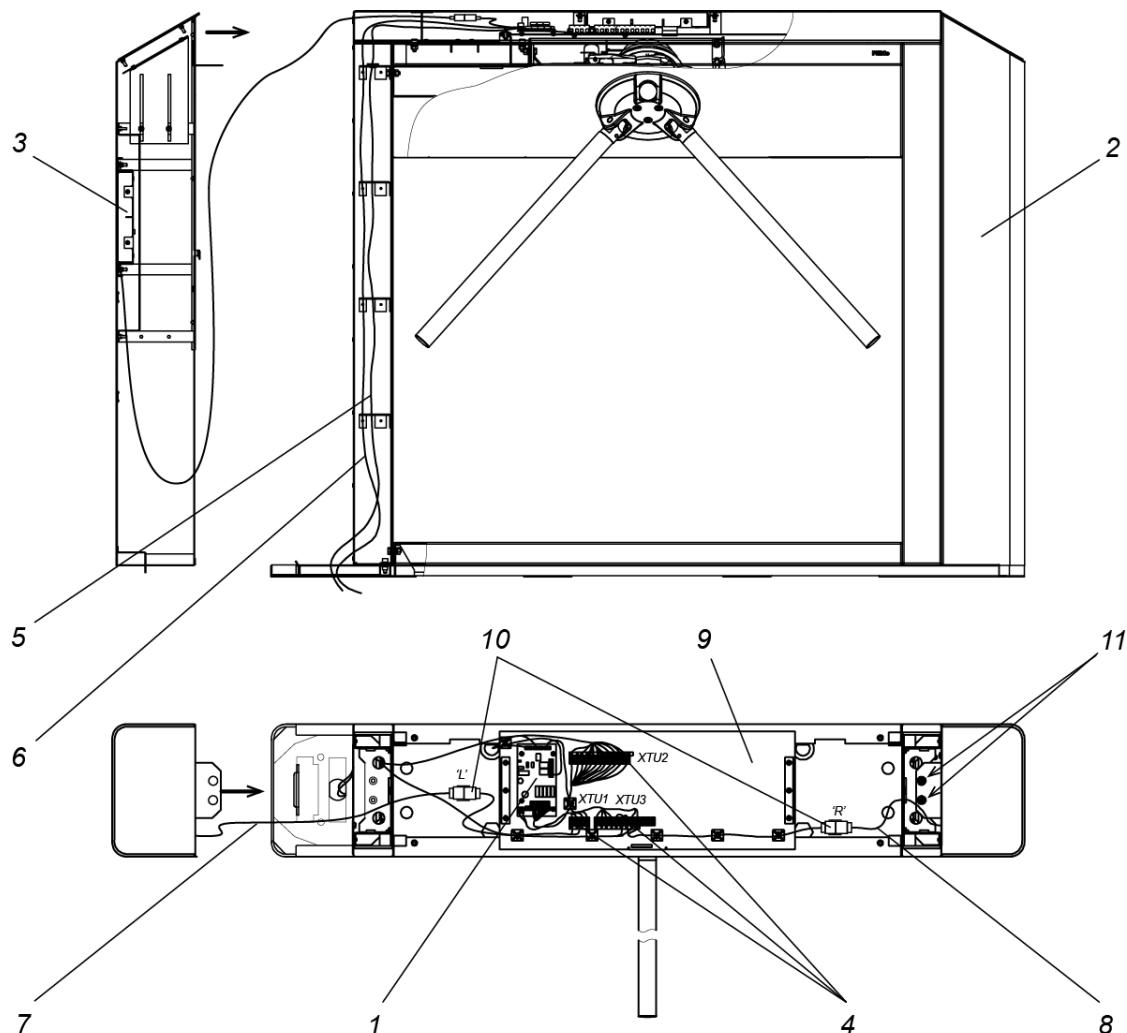

Рисунок 15. Схема прокладки кабелей в стойке турникета
3. При необходимости прокладки кабелей под поверхностью пола подготовьте в полу кабельный канал, подходящий к зоне ввода этих кабелей в стойку турникета. Прокладка кабелей внутри стойки показана на рис. 15.
5. Распакуйте основную стойку турникета (ящик №1). Снимите крышку турникета (2), порядок снятия описан в разд. 6.
7. Подключите кабель (9) от ИП к выносной клеммной колодке **XTU1** согласно схеме подключения.
8. При необходимости произведите установку платы внешнего контроллера СКУД внутри стойки турникета на кронштейне (9, рис.15) и подключите его к плате управления CLB (см. разд.8.4).
9. Подключите кабель ПДУ (10) или приемник РУ к выносной клеммной колодке **XTU2** (см. разд.8.4) или к внешнему контроллеру СКУД (см. РЭ на контроллер).
12. Распакуйте боковые модули (6, 13 или 17) (ящик №2) и боковые крышки (8) (упакованы отдельно).
- зафиксируйте боковой модуль при помощи двух винтов M5×12 с двумя шайбами каждый – пружинной и плоской увеличенной (см. позицию 11 на рис. 15), винты и шайбы входят в комплект поставки основной стойки турникета;
- присоедините разъем кабеля индикации от бокового модуля к соответствующему (правому «R» или левому «L») разъему кабеля индикации от основной стойки (10 на рис.15).